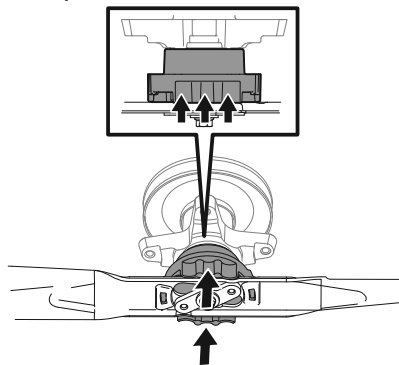

Figure 45
- Poussez la bague de verrouillage vers le haut et retenez-la. Voir Figure 45.
- Poussez la lame vers le haut contre l'adaptateur jusqu'à ce que la bague de verrouillage soit relevée. Voir Figure 45.